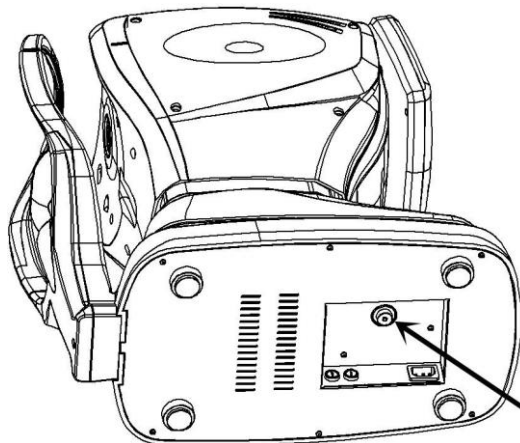

Рис. 6 Разблокировка
- ① Выключите питание и отсоедините шнур питания.
- ② Затяните винт на рис. 6 по часовой стрелке.
- ③ Потяните вниз «9. Рычаг блокировки», чтобы зафиксировать.
- ④ При перемещении удерживайте изделия за основание, чтобы поддерживать уровень.